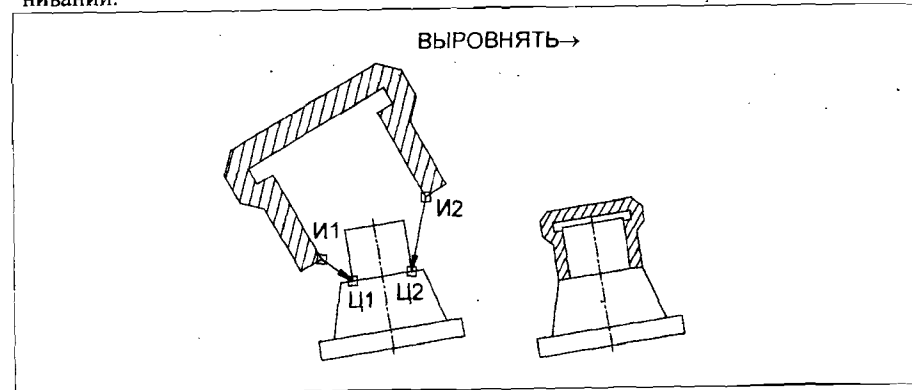

Рис.8
4. Восстановить исходное положение и вид крышки (до ее редактирования), выполнив необходимое число раз команду О (U).
5. Повторить редактирование крышки, используя команду ВЫРОВНЯТЬ (ALIGN) (рис.8), для чего указать две пары исходных и целевых точек И1-Ц1 и И2-Ц2 (третья пара точек используется для выравнивания в трехмерном пространстве), а также подтвердить необходимость масштабирования при выравнивании.